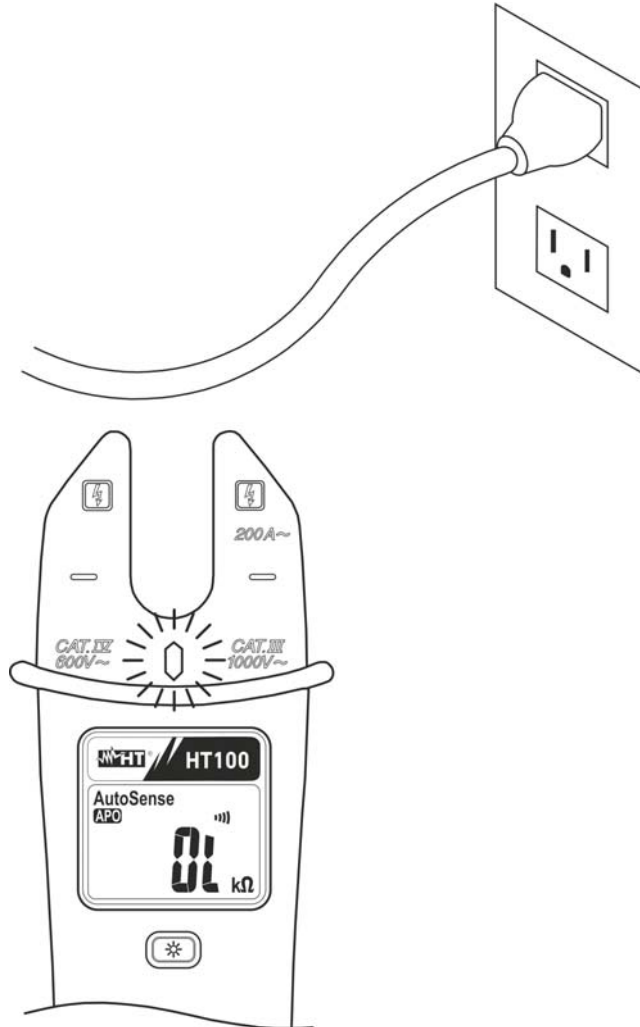

Fig. 4: Uso de la pinza por la función "VoltSense"
2. Posicione el instrumento en proximidad al punto en examen (ver Fig. 4)